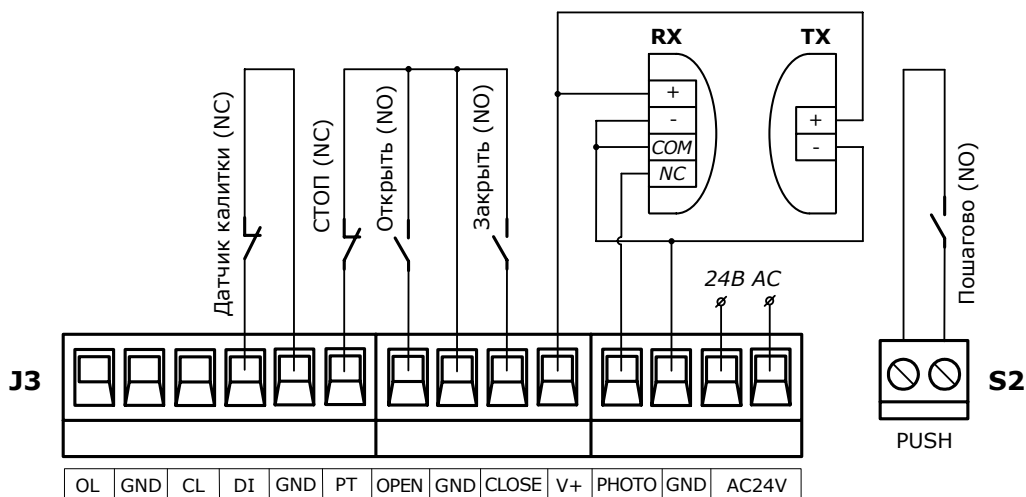

Рис. 8. Электрические подключения дополнительных устройств к блоку управления
Для управления открытием и закрытием ворот к модулю управления подключаются устройства с «нормально-открытым контактом» (Рис. 8): кнопки, выключатели и т.п. Управление от устройств подключенных к клеммам «OPEN» и «GND» осуществляется в последовательности «Открыть - Стоп - Открыть - Стоп...». Управление от устройств подключенных к клеммам «CLOSE» и «GND» осуществляется в последовательности «Закрыть - Стоп - Закрыть - Стоп...». Если для управления открытием или закрытием установлено несколько устройств, то они должны быть подключены параллельно.
Для немедленной остановки ворот при открытии или при открытии и закрытии к блоку управления привода могут быть подключены устройства с «нормально-закрытым контактом» (Рис. 8): датчик калитки и т.п. Подключение устройств безопасности при открытии и закрытии необходимо производить к клеммам «PT» и «GND». Подключение устройств безопасности при открытии необходимо производить к клеммам «DI» и «GND». Если в приводе установлено несколько устройств для немедленной остановки ворот, то они должны быть подключены последовательно.
К электронному модулю привода могут подключаться другие устройства, отличные от вышеуказанных, например, универсальный приемник радиоуправления и др. Данные устройства могут быть подключены к клеммам «AC24V» (Рис. 8), номинальное напряжение на которых 24В переменного тока. Максимальное значение тока для всех подключенных к клеммам «AC24V» устройств не должно превышать 200мА.
<p>Ручной режим работы</p> <p>При включенном DIP-2 (ON) закрытие ворот осуществляется только при нажатии и удержании устройств управления. Команды от пультов радиоуправления и устройств, подключенных к разъему «PUSH» (Рис. 8), игнорируются.</p> <p>Заводская настройка DIP-2 - OFF.</p>	 <p>ON OFF</p>